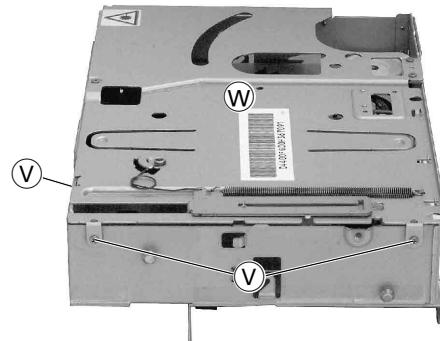

Fig. 9
- 8 Schrauben (V) (Fig. 9 und 11) heraus-schrauben und Oberteil (W) abnehmen.
- Undo 8 screws (V) (Fig. 9 and 11) and remove the upper part (W).